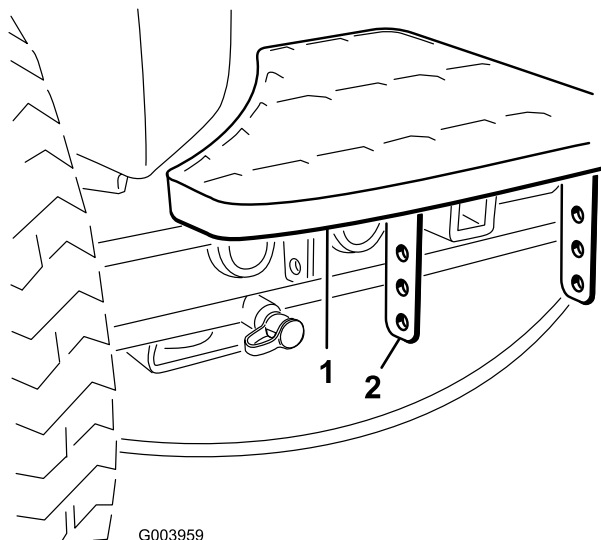

図 2
1. ステップのブラケットをトラクションユニットのフレームに固定しているボルト2本を外す 図 2。